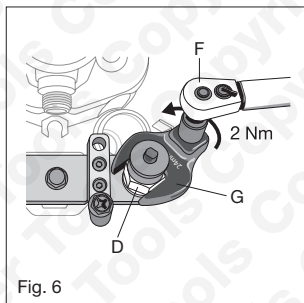

Fig. 6
5. Zie afbeelding 6: Stel de momentsleutel in op **2 Nm** linksom draaien.